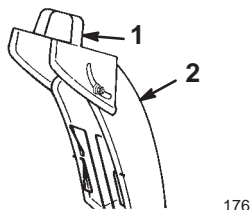

Figure 16
- **Poignée du déflecteur** (Fig. 16) – Déplacez la poignée du déflecteur vers l'avant pour rejeter la neige plus bas ou vers l'arrière pour la rejeter plus haut.